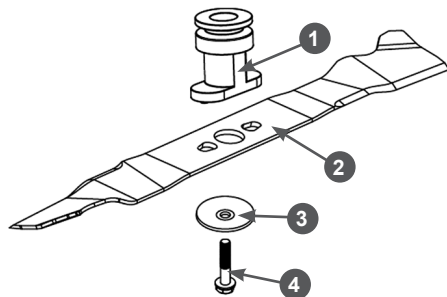

Рис. 24 Установка ножа
3. С помощью соответствующего инструмента открутите болт 4 крепления ножа, снимите шайбу 3 и нож 2 (Рис. 24).
6. Установите нож на направляющие адаптера и закрепите его болтом и шайбой, как показано на Рис. 24. Убедитесь, что нож установлен правильно.
7. Зафиксируйте нож от проворачивания и надёжно затяните болт 4 крепления ножа (Рис. 24).